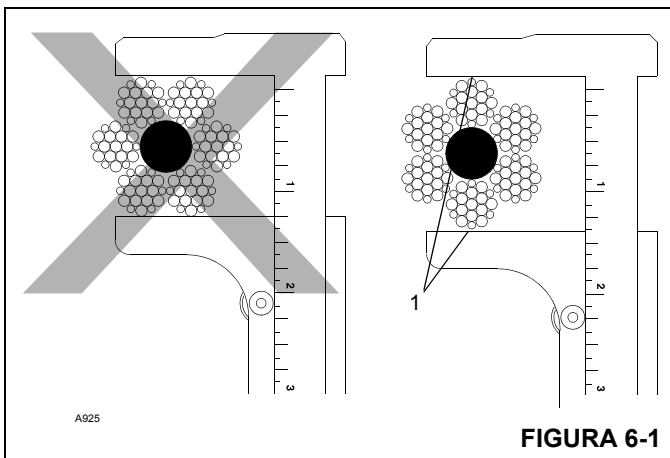

FIGURA 6-1
- Mida el diámetro del cable entre las coronas (1) de las trenzas para determinar si el cable se ha dañado; consulte la Figura 6-1.